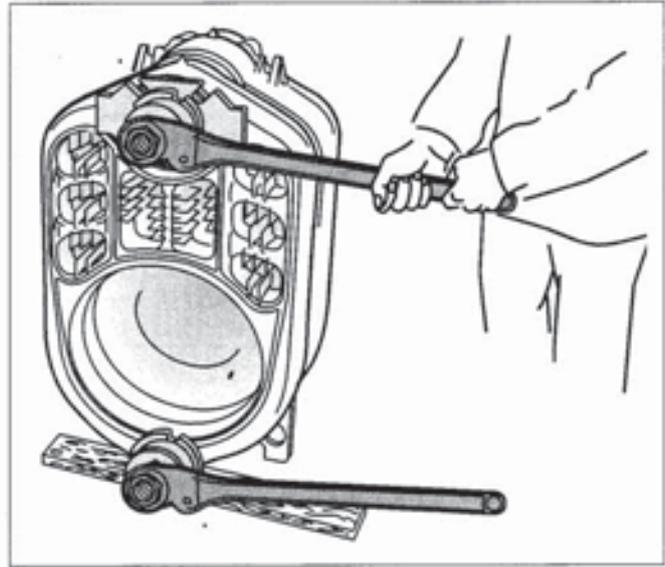

Abb. 6 Sicheres Arbeiten mit dem Presswerkzeug
- Achten Sie darauf, dass Sie beim Spannen der Spannmutter (Pressvorgang) immer seitlich des Presswerkzeuges stehen (Abb. 6).